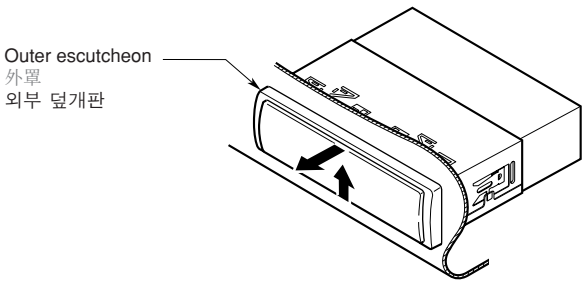

Figure 8 / 图 8 / 그림 8
2. Press the outer escutcheon upward and remove it (Figure 8).
2. 向上按压外罩将其取下。（图 8）